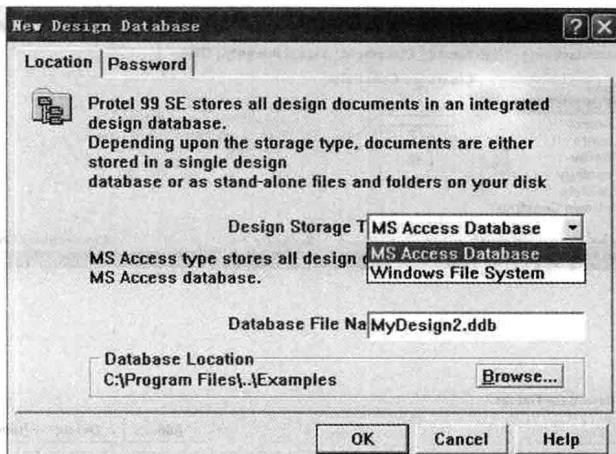

图 1-1 存储方式
(1)在文件存储方面,Protel 99SE 的档案总管(Design Explorer)提供了两种类型的档案存储格式:一般的 Windows 档案系统格式和 Microsoft Access 数据库档案格式,如图 1-1 所示。